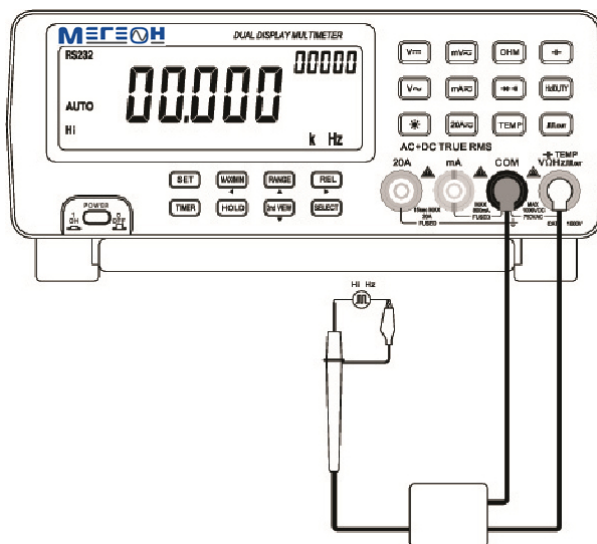

Рисунок 14. Высокочастотные измерения.
- Способ измерения представлен на Рис. 14.